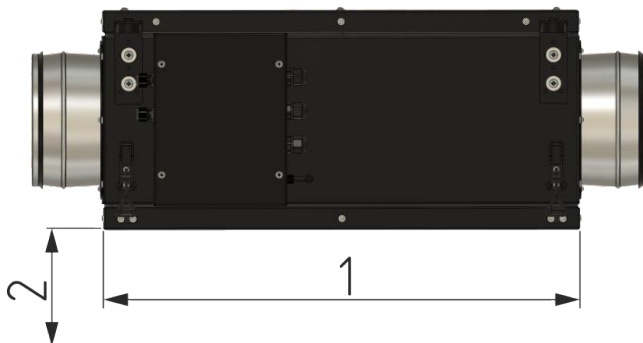

Рис. 2. Зона обслуживания
- Монтировать установку следует с учётом обеспечения доступа к ней для обслуживания (очистка устройства от возможных загрязнений, доступ к управляющей плате) (**см. рис. 2. Зона обслуживания**):